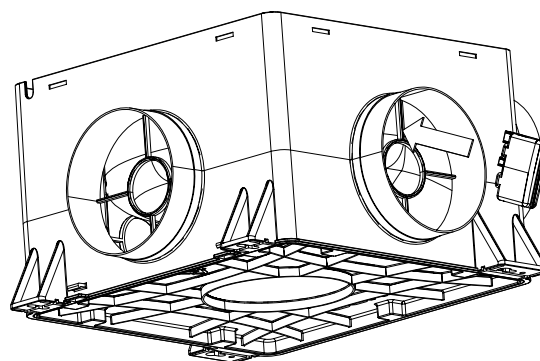

Figure 14 : encliqueter le Capteur intégré CO₂ dans la bouche de connexion
4. Faites passer le câble du Capteur intégré CO₂ par l'ouverture à l'intérieur du caisson à hauteur de la bouche de connexion correspondante. Passez ensuite le câble du Capteur intégré CO₂ à travers l'ouverture correspondante (marquée "sensor cable") de la plaque support moteur selon le schéma ci-dessous en Figure 14 : quatre possibilités de câblage pour un maximum de 1 Capteur intégré CO₂ au circuit imprimé.